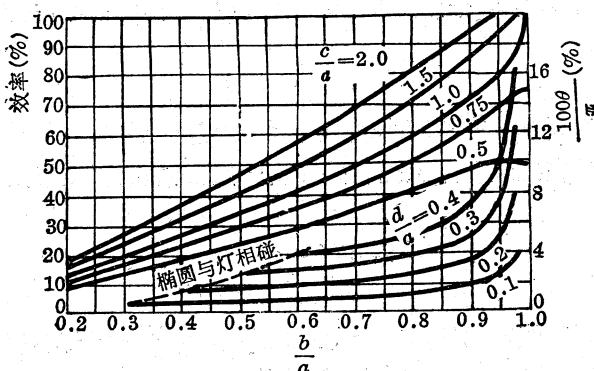
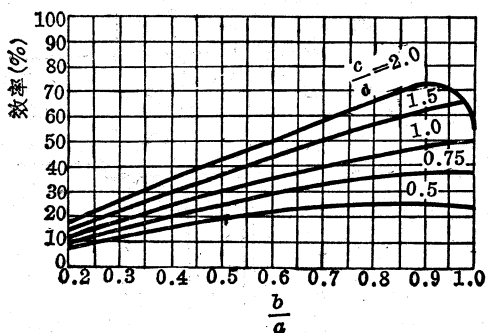

图3 单椭圆柱反射器的光照效率
图4 双椭圆柱反射器的效率
在对反射器的实际设计中, 总是既要结构紧凑又要效率高。图3与图4为引自参考资料[1]的光照效率曲线, 图中  $c$  为激光棒直径, 其他参数意义同前。由此不难看出, 提高光照效率的主要途径有二: 1. 增大激光棒直径与灯管直径之比  $c/d$ ; 2. 增大椭圆的轴比  $b/a$ 。第1条要求我们选用细灯管。第2条要求我们一方面要缩小  $\Delta$  值, 在结构允许的情况下, 最好取  $\Delta=0$ ; 另一方面要增大  $\varphi$  角。然而,  $\varphi$  角太大在加工时若不换用较长刀杆, 则发生铣刀头与工件相碰的现象, 灯管与夹套允许尺寸的大小也限制着  $b/a$ , 因而  $\varphi$  值不能取得太大。
3. 由图3、图4可以看出,  $b/a=0.866$  时的光照效率已相当令人满意。